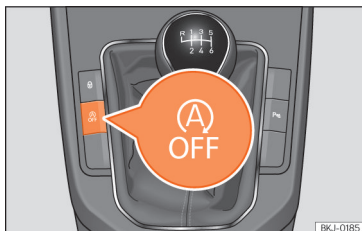

Fig. 132 Consola central: botão do sistema Start/Stop.
- Para desligar/ligar manualmente o sistema Start-Stop, pressione o botão » **Fig. 132.**